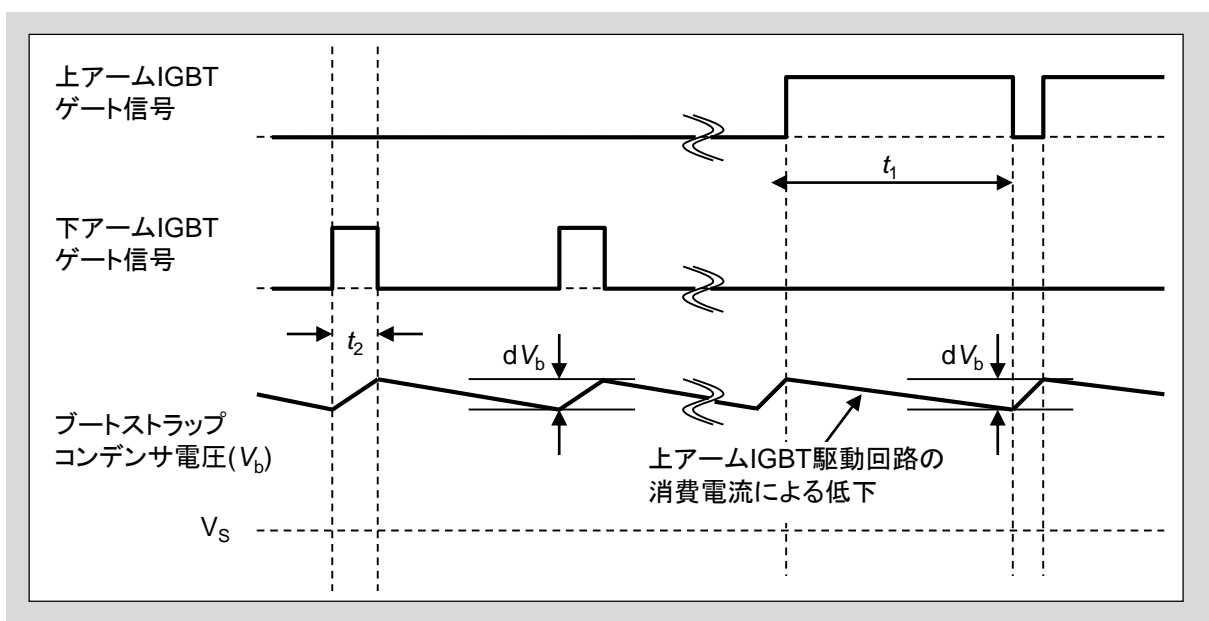

図3-10 充放電動作のタイミングチャート
dV_b : 許容放電電圧(図3-10を参照)
- 上アームIGBTがスイッチング動作し、下アームFWDオン時に充電するモード(タイムチャート(図3-10))では、上アームIGBTのオフ期間にオン期間で消費した電力を再充電できる時定数とします。